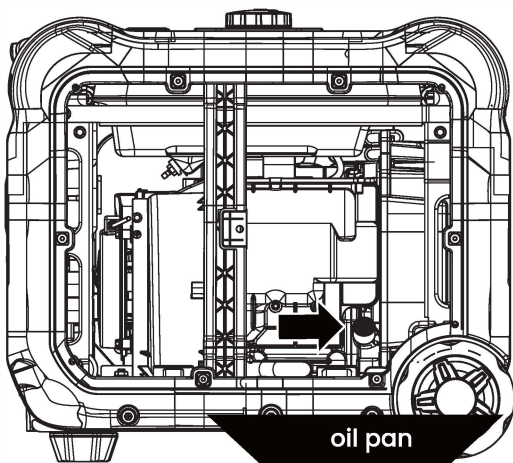

Рисунок 9. Поставте піддон для масла під пробку для заправки/сливу масла
4. Поставте піддон для масла (або відповідний контейнер) під пробку для заправки/сливу масла (див. рисунок 9).